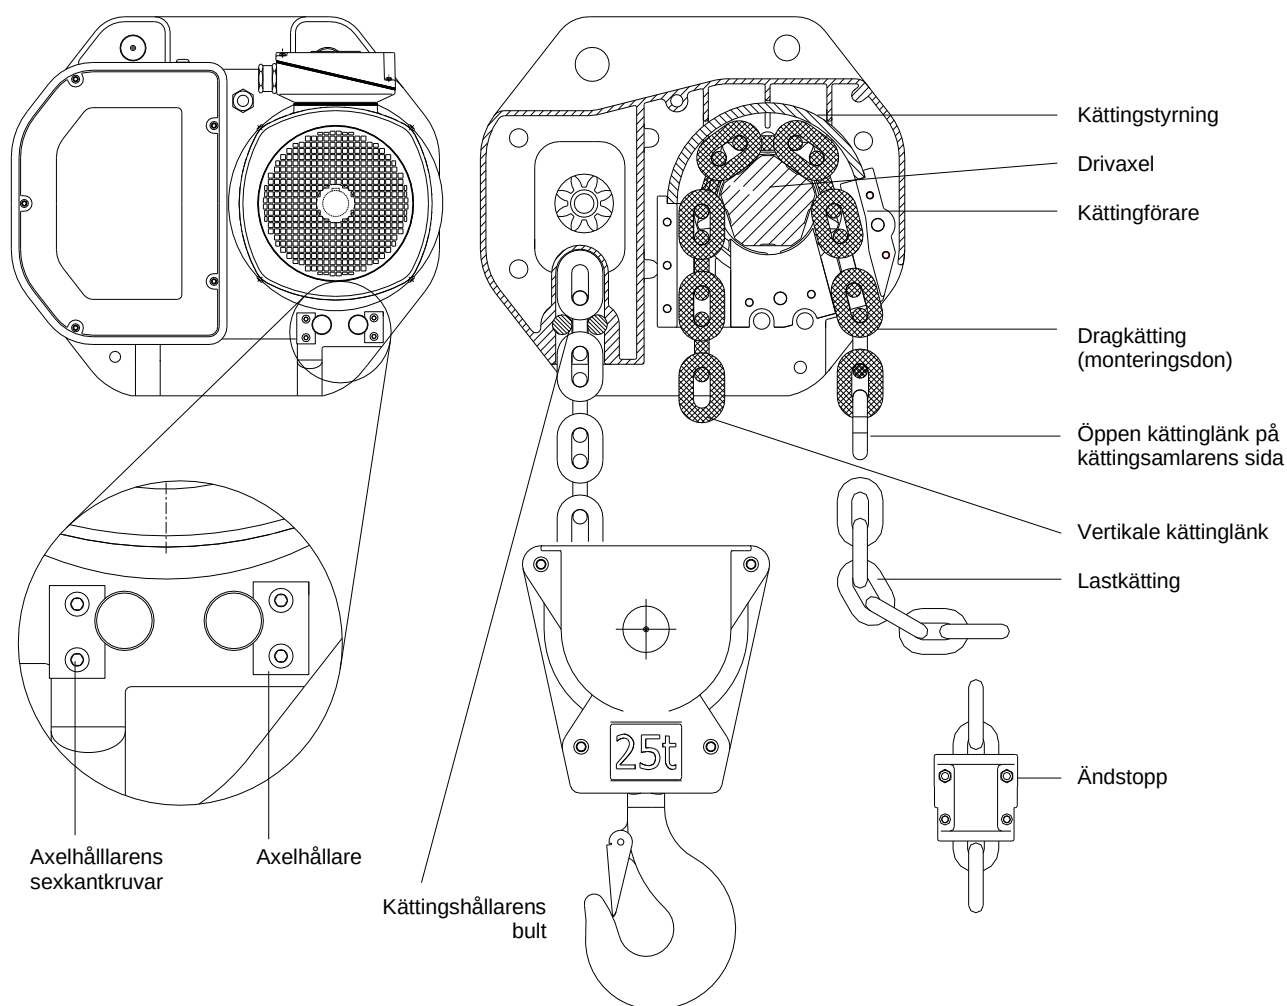

Bild 12: Montering av lastkättingen – 2-partigt utförande
Obs! Kättingen får under inga omständigheter vara vriden mellan telfer och underblock! Om det inte går att montera enligt Bild 12 sista kättinglänken skall kapas eller 2 stycken öppna kättinglänkar skall användas för att löpa in lastkättingen.
- Obs!** Kättingen får under inga omständigheter vara vriden mellan telfer och underblock! Om det inte går att montera enligt Bild 12 måste sista kättinglänken kapas!